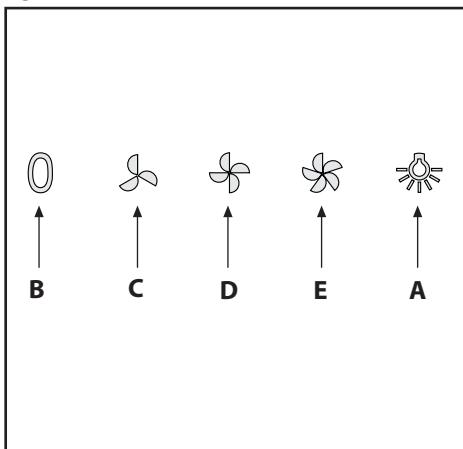

Fig.9
• **Bedienung:** (Abb.9) Die Symbolbezeichnungen sind folgend wiedergegeben: